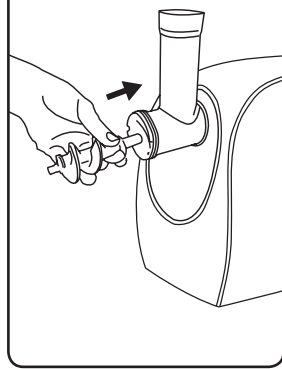

Fig. 4
- Colocar la cuchilla en el tornillo sin fin con la cara cortante apuntando hacia el tornillo sin fin (Fig.4)